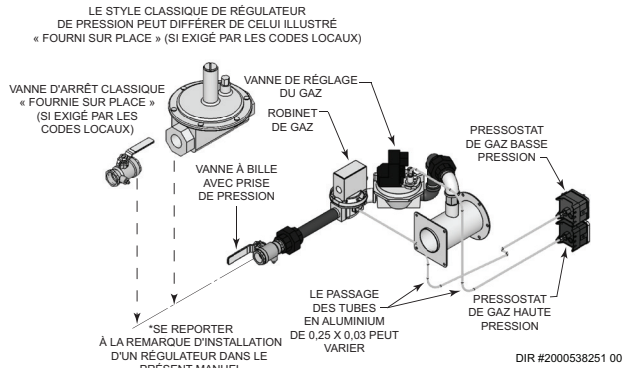

Figure 4-3A_Pressostats de gaz haute et basse pression PB/PF 502 - 1302 F9
- Les Figures 4-3A, B et C à la page 49 illustrent des raccords de tuyauterie pour des pressostats de gaz haute et basse pression pour chacun des modèles Powerfin